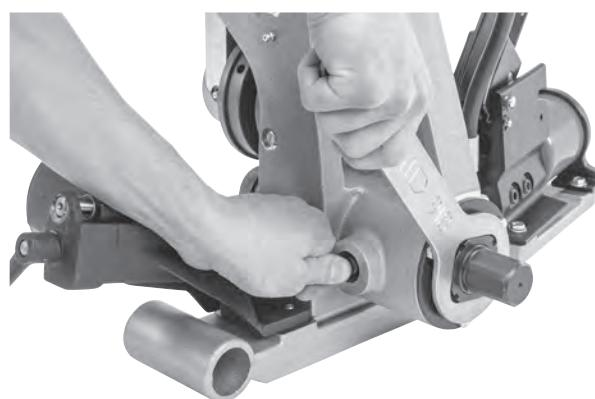

Figura 28 – Traba del husillo y extracción de la tuerca de retención del eje de mando
3. Con el husillo trabado, use la llave de tubo para extraer la tuerca de retención del alojamiento del eje de mando (Figura 28).